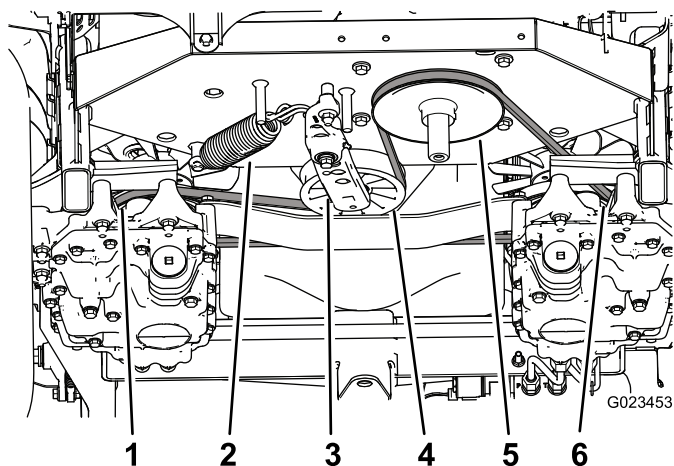

Рисунок 56
(Рисунок 56), и снимите ремень с натяжного ролика.
- Снимите крюк пружины натяжителя с рычага натяжителя и рамы (Рисунок 56).
- Установите пружину на рычаг натяжителя и раму (Рисунок 56).